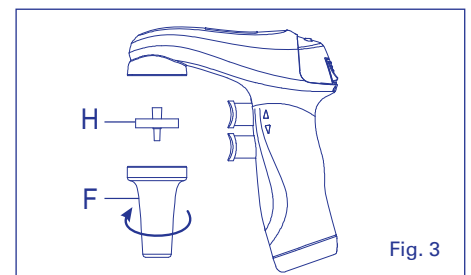

Fig. 3
- Bei niedriger Akkustand-Anzeige (Abb. 3), Ladegerät einstecken und Pipettiervorgang fortsetzen.
Do not allow liquid to enter the instrument. Hydrophobic protection filter (H) could clog and suction be impaired. To replace filter (Fig 3), remove pipette, unscrew nose cone (F), pull out and replace membrane filter (H). Reassemble unit. Clean instrument with a damp cloth or with most laboratory disinfectants.
Ersetzen des Membranfilters (Abb. 3), Pipette abnehmen, Nasenkonus (F) abschrauben, Membranfilter (H) herausziehen und ersetzen.
Ne jamais aspirer de liquide à l'intérieur de l'instrument. La membrane du filtre de protection (H) peut s'obstruer et compromettre l'aspiration. Remplacement du filtre (Fig 3), retirer la pipette, dévisser le cône (F), sortir et remplacer le filtre (H). Remonter l'instrument. Nettoyage avec un chiffon humide ou avec un détergent de laboratoire courant. Le Profiller™ *electro* n'est pas autoclavable, excepté le porte-pipette en silicone (G) et le cône (F) 121°C, 20 minutes.